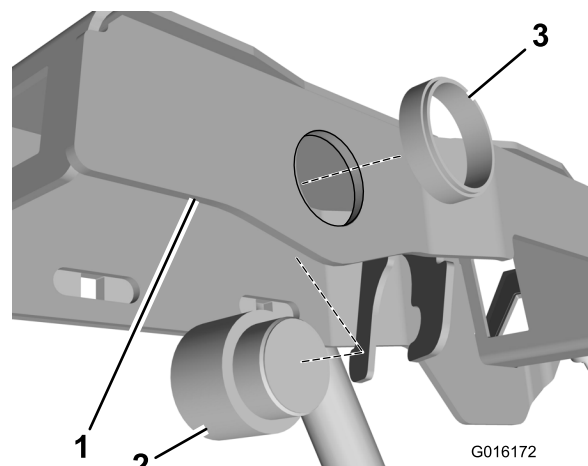

Figura 1
- Instale o alarme sonoro à estrutura do braço da consola (Figura 1).